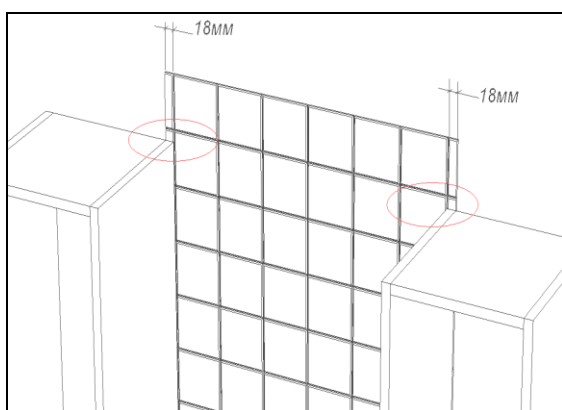
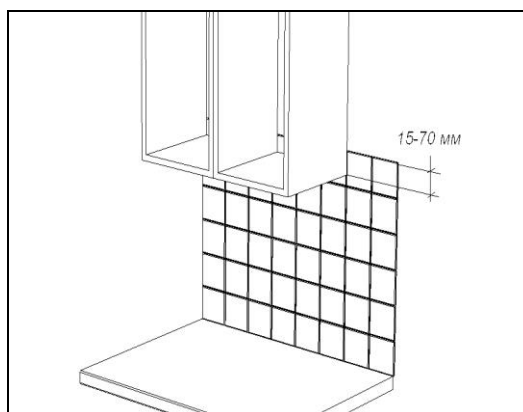

Рис. 3
Рис. 4
- Плитка на открытых участках кухонь, должна быть уложена в соответствии с проектом, подписанном в салоне-магазине. Налегание боковины шкафа на плитку не должно превышать 18 мм, что обеспечит крепление подвеса шкафа к монтажной шине (Рис. 3). Верхний край облицовки должен перекрываться нижней частью навесных шкафов, минимум, на 15 мм (Рис. 4).